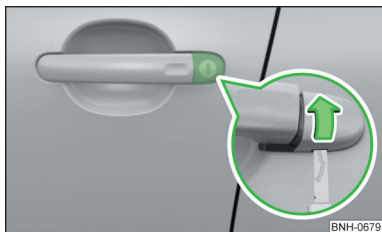

Abb. 255 Griff an der Fahrtür: Schlossabdeckung aufklappen
- Den Schlüssel in die Aussparung an der Unterseite der Abdeckung einschieben und die Abdeckung in Pfeilrichtung aufklappen » Abb. 255.